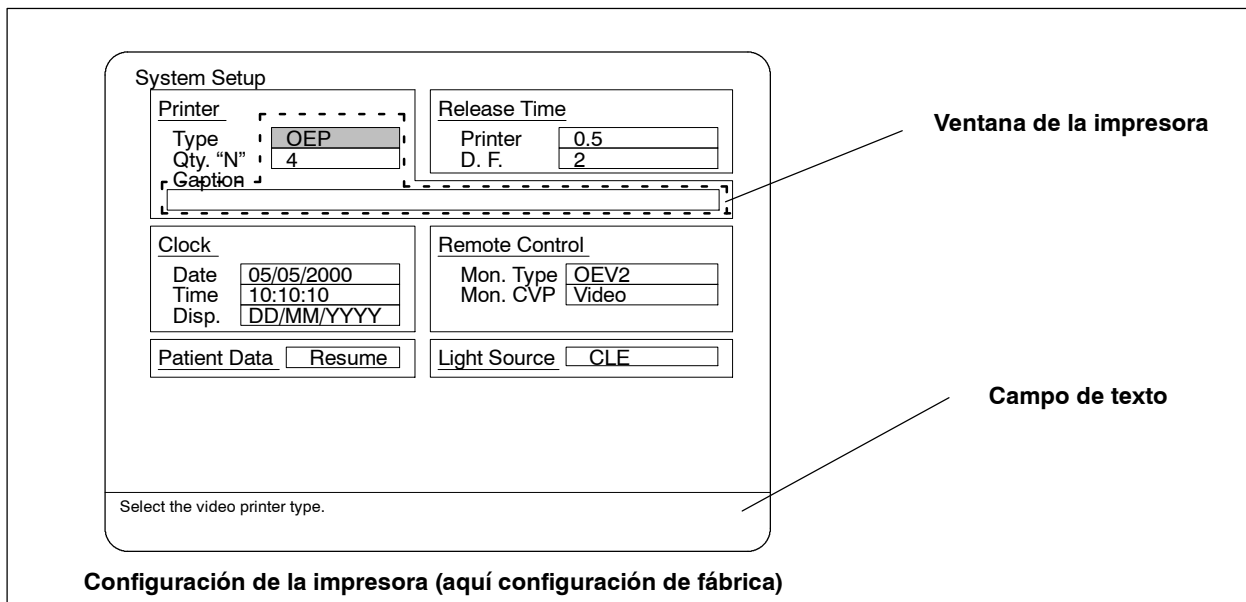

Figura 6.6
En la ventana "Printer" aparecerá la configuración actual de la impresora (valores de fábrica o ya modificados). Si desea cambiar alguno de los valores pulse la tecla "↑" ó "↓" para marcar la línea correspondiente en la ventana de la impresora (ver figura 6.6).
- La figura 6.6 muestra la configuración de fábrica.